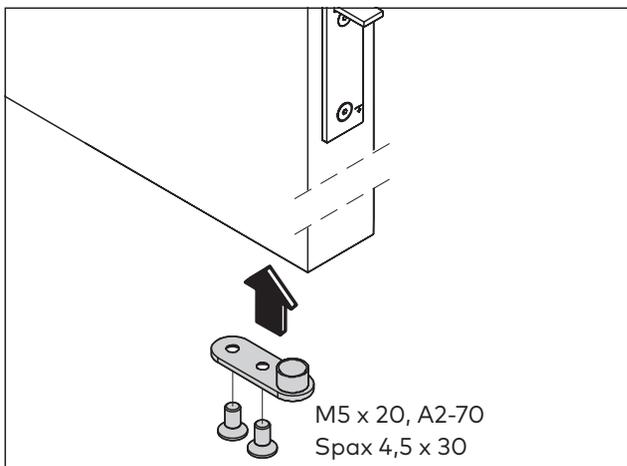

Abb. 46 Untere Führung montieren
7. Die untere Führung für die Treibriegelstange am Standflügel montieren (Abb. 46).